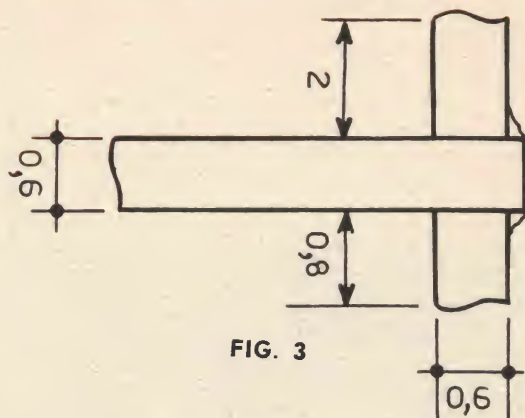

FIG. 3
no fissate due barre metalliche, come mostra la figura 6, che serviranno a mantenere salda la mangiatoia. Le estremità di queste barre vengono introdotte in fori ad attrito duro. I due lati sono riuniti per mezzo della tavola di base di mm. 390 x 20 e del tetto di mm. 390 x 180. Questi due pezzi riceveranno nel loro bordo posteriore una scanalatura per il fondo in compensato di 3 mm. che avrà per dimensioni millimetri 390 x 270. L'unione si farà con incollatura rinforzata da qualche chiodino sottile. La traversa anteriore verrà fissata a delle tacche ed il tutto sarà accuratamente pomiciato, gli angoli saranno arrotondati. La grata verrà inserita nelle scanalature dopo essere stata munita di una barra superiore provvista di un incavo nella quale sarà tenuta salda da qualche vite sottile che passa sotto l'intelaiatura (fig. 3). L'apertura, lasciata libera al disotto per la vaschetta della sabbia che verrà realizzata in zinco sottile, sarà chiusa da una striscia di compensato di 10 millimetri, secondo il profilo della figura 4; due viti a testa rotonda sostituiranno la cerniera (vedi fig. 2), una terza vite posta al centro servirà da impugnatura (fig. 1). Quattro piedi di gomma (fig. 5) verranno fissati sotto la base. I bastoni da usare in questa gabbia sono del tipo a base (vedi fig. 2).
Il contatto strisciante si realizzerà usando due spezzoni di comuni tubetti portatende in lamierino di ottone. Essi verranno tagliati secondo le dimensioni di fig. 3 e saldati a stagno fra loro badando, nello spezzone strisciante, a mantenerne la parte giuntata verso l'alto per non rovinare il nichel-cromo strisciandovi sopra ripetutamente.
2) Su di un lato di tale listello, tracciate una linea con l'inclinazione desiderata, partendo da una estremità perpendicolare alle superfici (fig. 3).